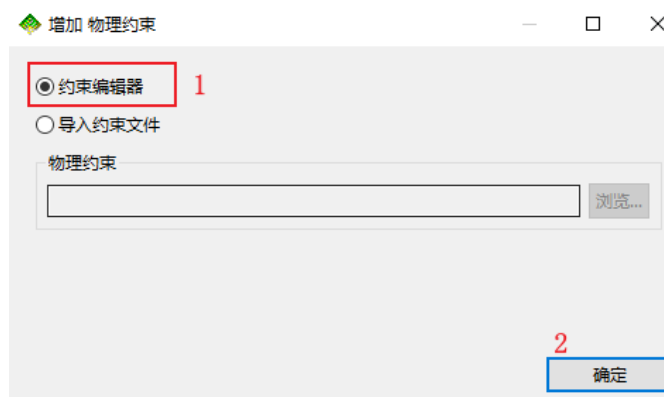

图 1.10 添加物理约束界面
2. 读入完成之后，会弹出选择约束方式的对话框，依次点击【约束编辑器】->【确定】如下图 1.10 所示。